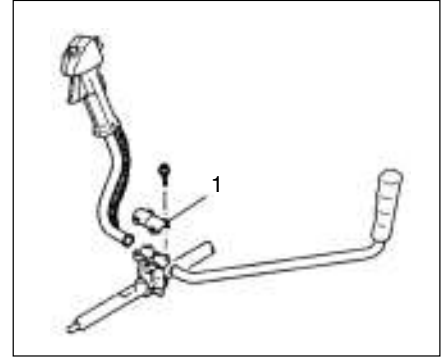

Fig. 1-3
Installation of handle (Fig. 1-3, 3B)
Remove the handle bracket (1) from the assembly. (Fig. 1-3)
Montage du guidon double (Fig. 1-3, 3B)
Déposer la bride du guidon (1) de l'ensemble. (Fig. 1-3)
Montaggio del manubrio (Fig.1-3, 3B)
Togliere la parte superiore del morsetto (1) del manubrio. (Fig. 1-3)